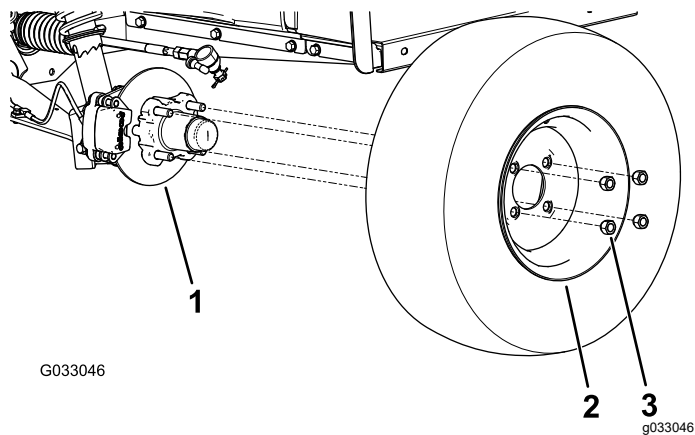

図 25
2. ホイールをハブに固定しているラグナット4個を外す 図 25。
- ホイールをハブに取りつける。空気バルブを外側に向けて取り付けること 図 25。
- ラグナットを使用して、ハブにホイールを取り付ける 図 25。